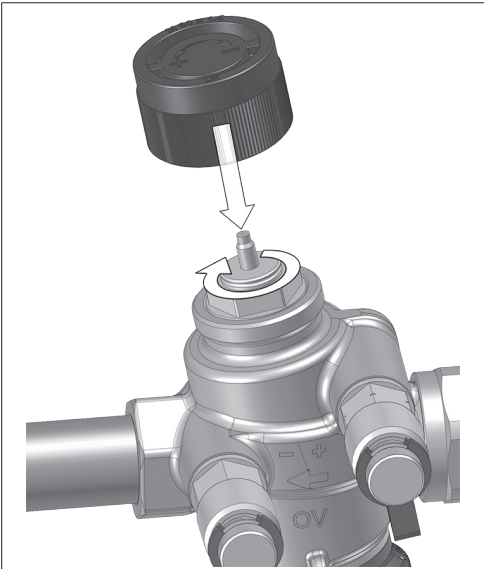

Fig. 8: Fermeture
- Fermer le robinet, par ex. à l'aide du capuchon de protection (voir Fig. 8).
Visser le capuchon de protection joint sur le raccordement fileté M 30 x 1,5 (voir Fig. 8).